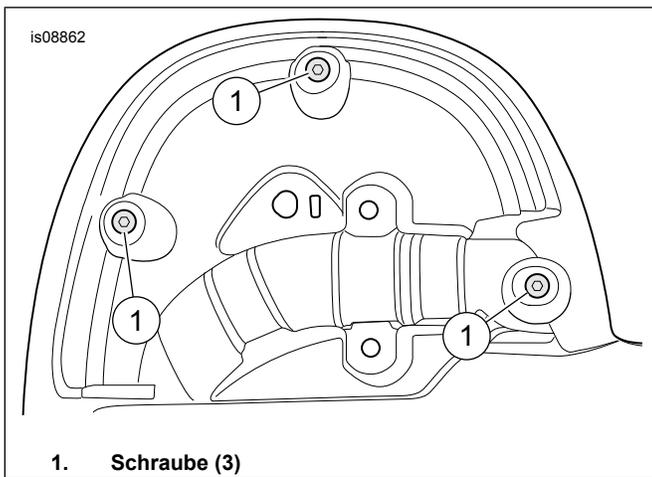

Abbildung 8. Hintere Schrauben
9. Siehe Abbildung 8. **Von hinten:** Gehäuseschrauben (1) anbringen. Festziehen.